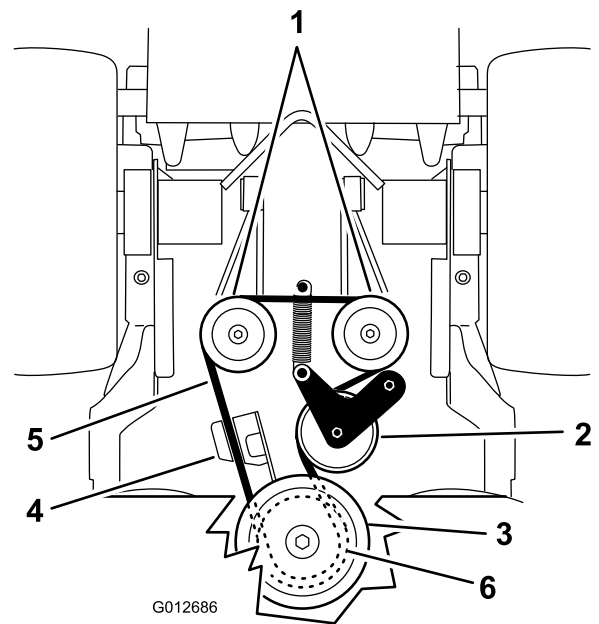

Figura 66
- Desenganche el muelle de la polea tensora del bastidor (Figura 66).
- Enganche el muelle tensor en el bastidor (Figura 66).